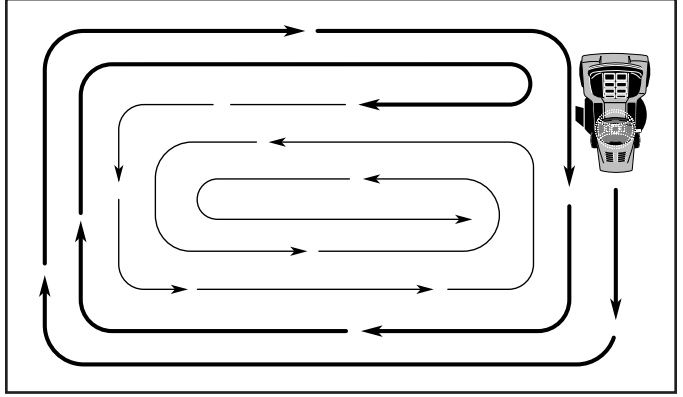

Fig. 15
- Pour tonder une grande surface, on vous conseille de commencer par tourner à droite, de façon à ce que l'herbe ne soit pas déversée sur les arbustes, les clôtures, les allées, etc. Après un ou deux tours, tondez en sens inverse en tournant à gauche jusqu'à ce que le travail soit achevé (Voir la Fig. 15).